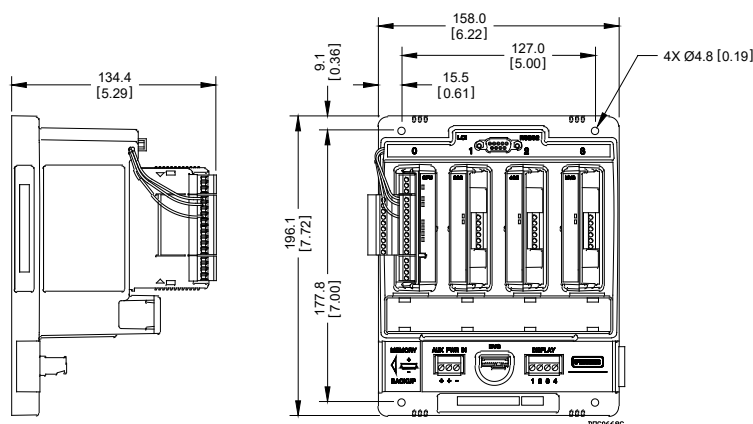

Figura 2. Dimensiones del FB107
- **Solo la unidad principal.** Colóquela según lo desee en la placa de montaje de la carcasa y ubique los orificios de montaje en la placa con el FB107 como plantilla. Vea la *Figura 2* para obtener las dimensiones del FB107. Perfore y rosque orificios de montaje en la placa con una rosca de 8-32 UNC. Coloque el FB107 sobre las ubicaciones roscadas y conecte la placa con los cuatro tornillos de 8-32 UNC x 1,00 pulg provistos. Ajuste los tornillos en un par de 1,1 a 1,4 N-m aproximadamente.